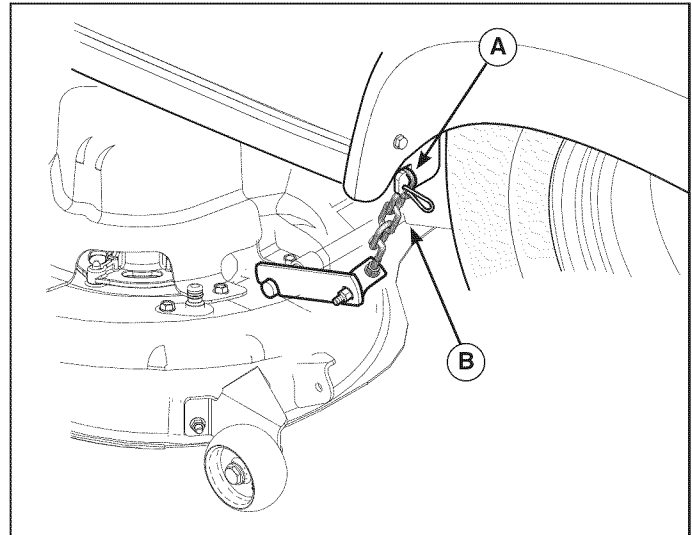

Figura 19
6. Quite el pasador de chaveta (A, Figura 19) y la cadenade elevación (B) del gancho en el marco del tractor. Repita en el otro lado.
5. Instale la cadena de elevación (E, Figura 19) en el gancho en el marco del tractor y asegure con el pasador de chaveta (D). Repita en el otro lado.
3. Quite los tornillos y la cubierta (A , Figura 19) del eje de la cuchilla izquierda.
4. Jale la palanca de la polea libre (B) para aliviar la tensión de la correa. Quite la correa (C) de la polea de la toma de fuerza (D).